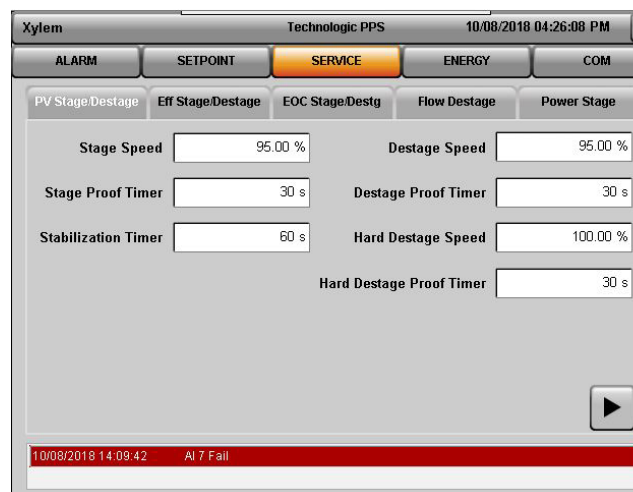

Figura 5.4.20: Etapa/desetapa de PV
5.4.4.1.1 Etapa/desetapa de PV controla la etapa y desetapa de las bombas de acuerdo con la variable de velocidad y proceso (presión). Consulte la Figura 5.4.20.